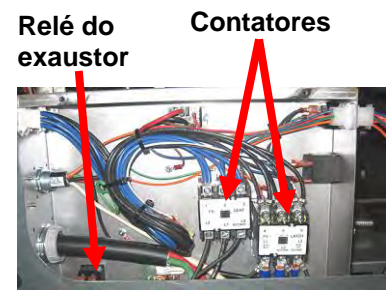

Figura 36
6. Remova a tampa para expor o interior da caixa do contator (consulte a Figura 36).